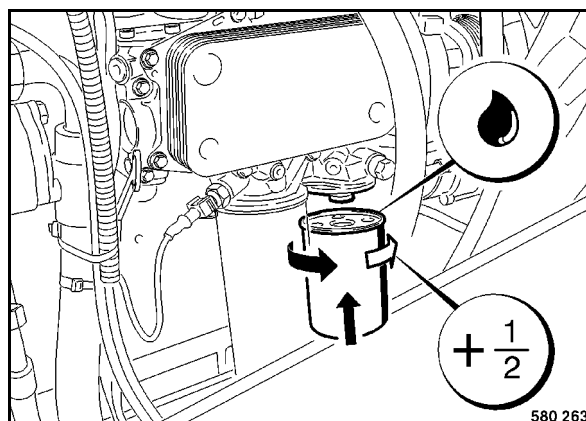

Fig. 107
- Untar la junta de goma del nuevo cartucho filtrante ligeramente con aceite (Fig. 107).